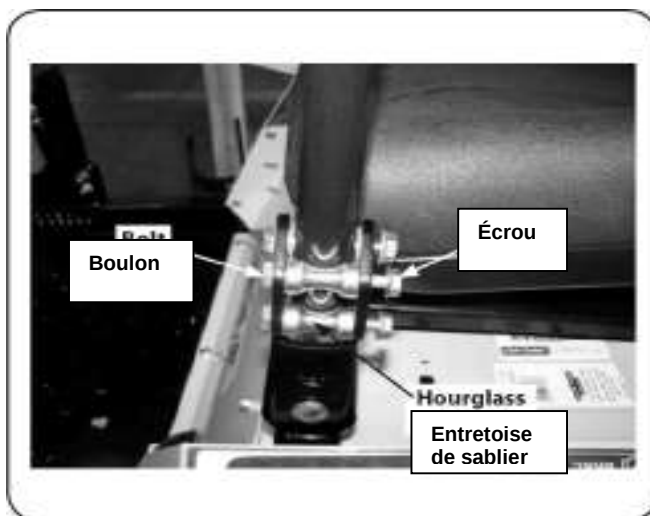

Figure 3-5
2. Insérez les boulons au travers du sablier séparateur à partir de l'extérieur ainsi que les trous du support pivotant. Fixez-les avec les écrous de blocage. Consultez la figure 3-5.